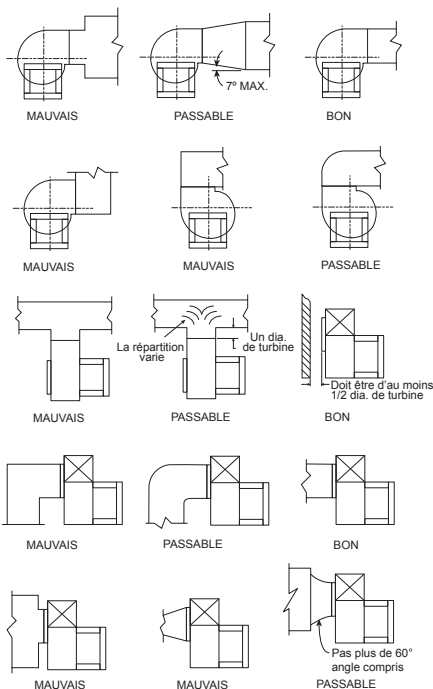

Figure 4
3. Un débit restreint ou instable à l'admission de la soufflante peut provoquer une pré-rotation de l'air entrant ou une charge irrégulière de la turbine, produisant d'importantes pertes du système, des niveaux sonores accrus, voire une défaillance mécanique de la turbine. Un refoulement libre ou un écoulement turbulent dans la gaine de refoulement produit également des pertes d'effet système. La Figure 4 présente des exemples d'agencement du système et de configurations d'admission et de refoulement susceptibles d'altérer les performances de la soufflante.
2. Système de gaines	2. Voir page 5, Figure 4.